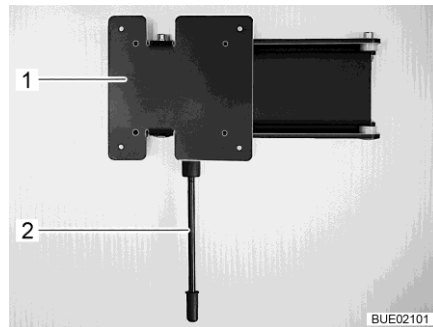

Fig. 110 Support mural
- Tirer le levier de déverrouillage (Fig. 110,1) vers le bas et faire pivoter le support (Fig. 110,2) et l'écran plat pour les amener en position souhaitée.